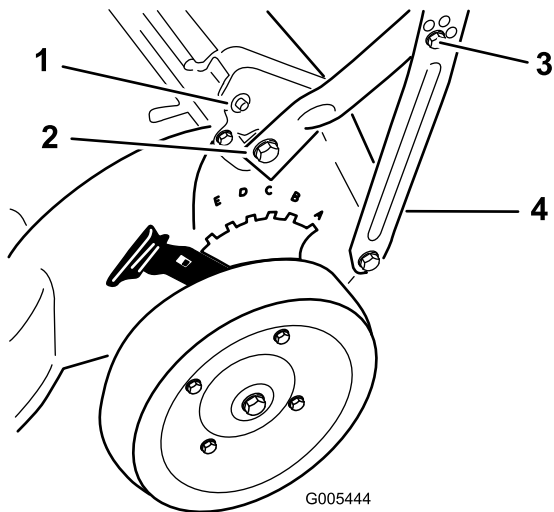

Figura 3
4. Conecte el manillar a la carcasa con los herrajes que retiró en el paso 2 (modelo 22163 solamente), pero no los apriete (Figura 3).
- Conecte los refuerzos del manillar a los lados del manillar inferior usando 2 pernos de cabeza hexagonal (modelo 22163 solamente) o 2 pernos de cabeza ovalada (modelo 22164 solamente) y 2 contratueras (Figura 3).
Nota: Sujete los cables lo mas bajo possible en el manillar para evitar que se enganchen en la cubierta de la barra de la puerta trasera e interfieran con el sistema de autopropulsion (Figura 3).